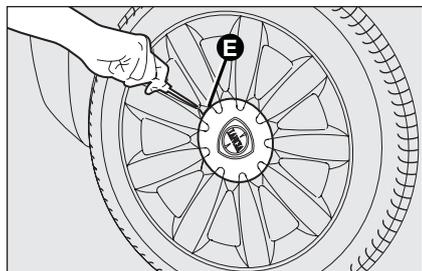

fig. 11
- ❑ per vetture dotate di cerchi in lega, rimuovere la coppetta coprimozzo utilizzando il cacciavite in dotazione facendo leva nell'apposita scanalatura **E- fig. 11**, come indicato in figura;